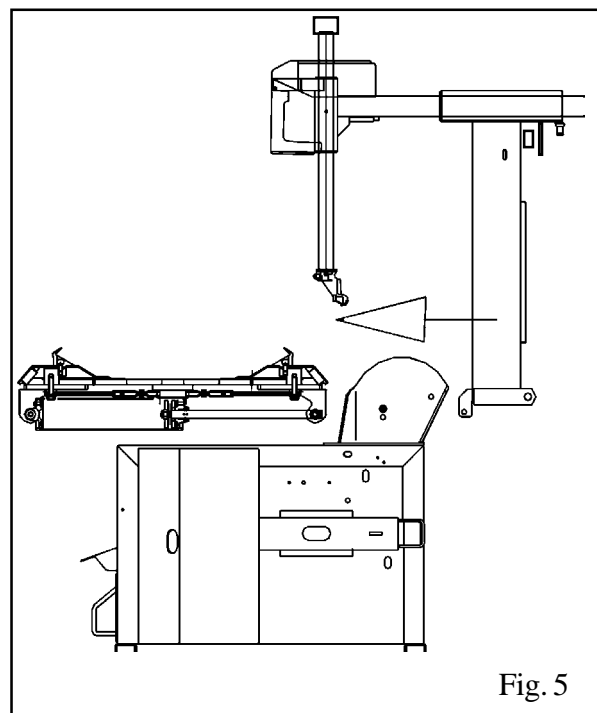

Fig. 5
Inserire il palo verticale nel supporto della carcassa infilandolo come indicato in fig. 5
Insérer le bras vertical dans le logement sur le bâti, comme indiqué en fig. 5
*Den senkrechten Arm in die dazu bestimmte Stütze auf der Maschinengehäuse einfügen (siehe Abb. 5)*